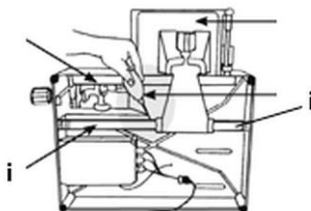

Abb. 16
3. Geben Sie etwas Maschinenöl auf die beiden Enden der Achse des Schlittens (i) (Abb. 16).